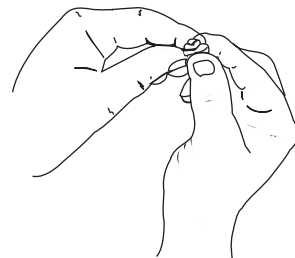

Figure 33
5. Apriete el filtro para esparcir y retirar el exceso de aceite (Fig. 33).